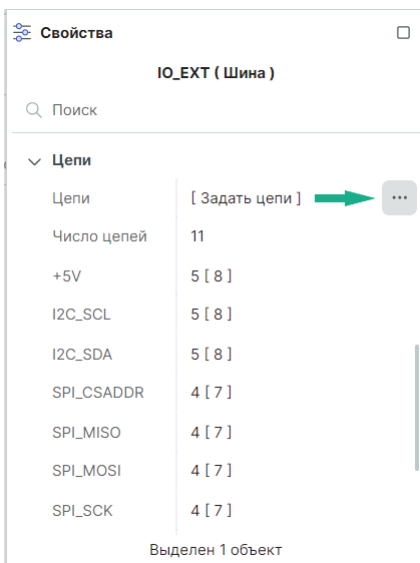

Рис. 118 Переход в окно «Шина»
- Из пункта «Цепи» на панели «Свойства». Для этого нажмите на символ «...», см. Рис. 118.